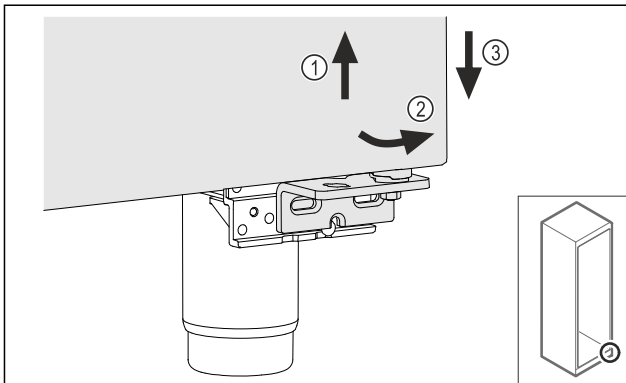

Fig. 12
- ▶ Tür leicht anheben Fig. 12 (1), unten nach vorne kippen Fig. 12 (2) und absenken Fig. 12 (3).